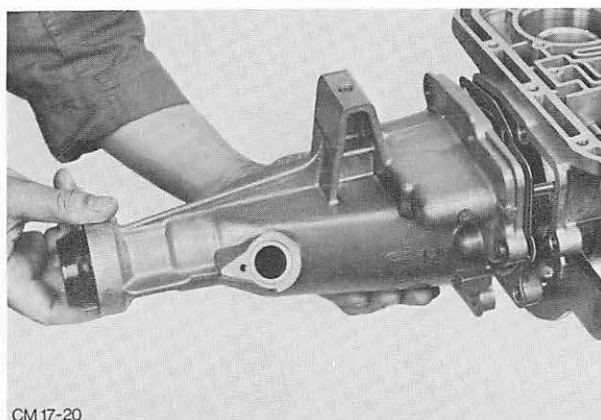

Abb. 56 Getriebeverlängerung entfernen
14. Schrauben – Getriebeverlängerung (6) entfernen. Verlängerung mit Dichtung abnehmen. Abb. 56. Rückholfeder mit Parkklaue abbauen, Lagerbolzen aus der Getriebeverlängerung ausbauen.